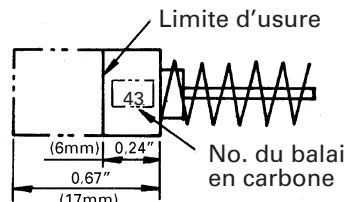

Fig. 17
## 2. Inspection des balais en carbone (Fig. 17)
**REMARQUE:** Utiliser le balai en carbone metabo HPT No. 43 indiqué sur la figure 17.